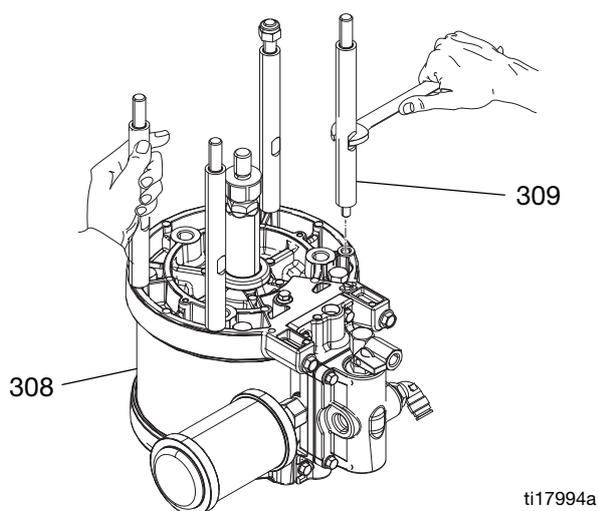

ABB. 3
- Die Verbindungsstangen (309) unten am Luftmotor (308) montieren. Siehe ABB. 3.